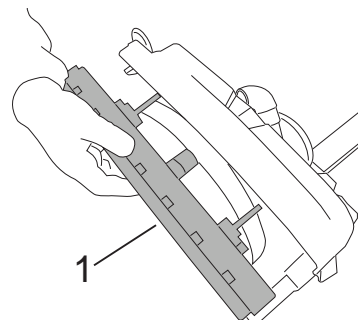

Fig.40
- Dra ut gummiskrapan från maskinen (bild 40-ref.1).